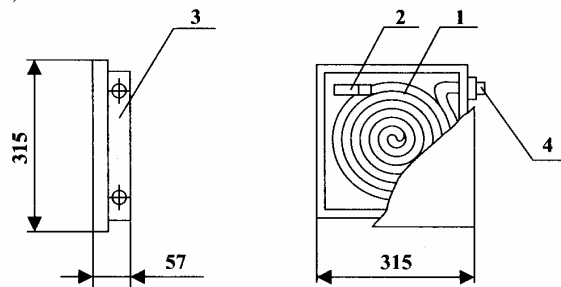

Рис. 1 Устройство «шкафа»
- уложить рукав в корпус, как показано на рис. 1 и согласно п. 4.2.
6.7 После монтажа шкафа с периодичностью один раз в год необходимо производить переокантовку рукава. Для этого необходимо извлечь рукав из шкафа и повернуть (сместить) кант на 90°, скатать и уложить рукав в корпус как показано на рис.1 и согласно п. 4.2.
4.1 «Шкаф» (рис. 1) состоит из: рукава напорного (поз. 1), насадки (поз. 2), штуцера (поз. 4) и корпуса (поз. 3)